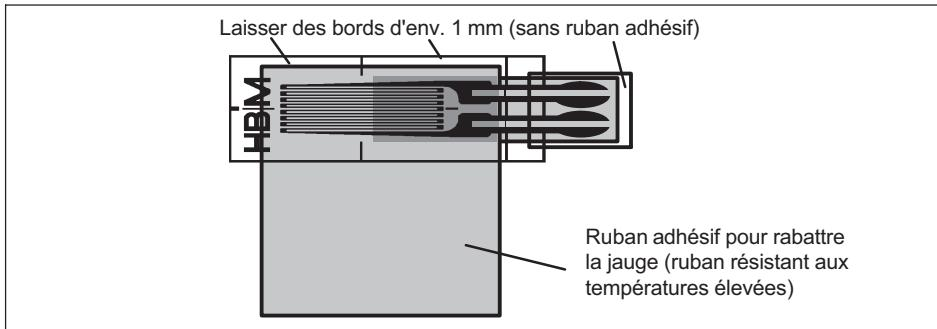

Fig. 5.2 Fixation du ruban adhésif
- ▶ Tirer de nouveau sur le ruban adhésif de l'autre côté de la jauge de façon à former une charnière qui permettra de soulever la jauge sans modifier sa position. La colle superflue peut s'échapper par les côtés de la jauge qui ne sont pas recouverts de ruban adhésif (*Fig. 5.2*).